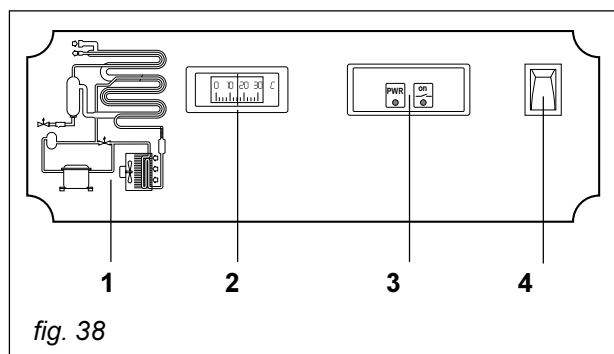

fig. 38
The drier has its own control panel housing the machine main controls (fig. 38).
- El secador ha sido equipado con su propio panel de mando en el cual se han reunido los principales controles (fig. 38).